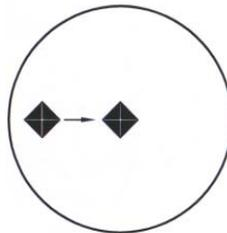

Abbildung 6-11 Eindruck ist links von der Mitte
3. Der Eindruck ist links von der Mitte. Siehe Abbildung 6-11.